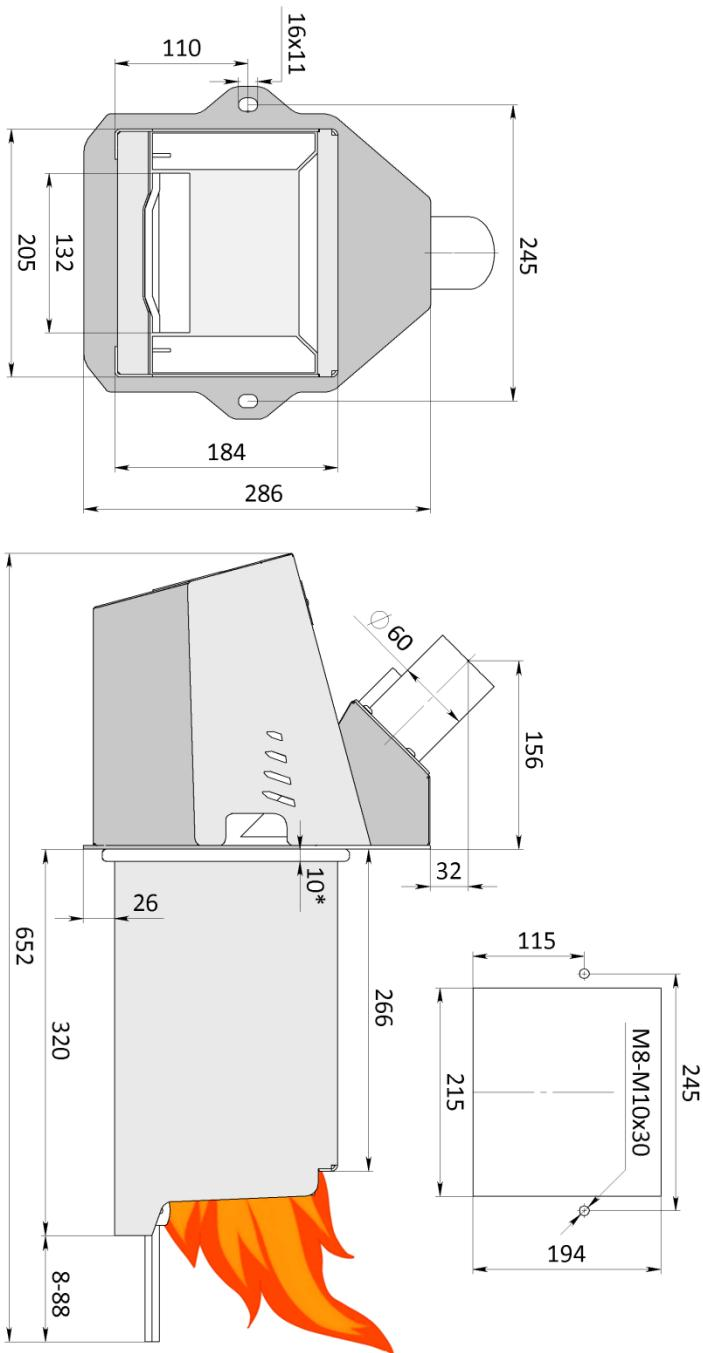

Рис.3 Габаритные и присоединительные размеры пеллетной горелки KVIT Optima 50 60 kBtU.
- 2) Согласно схеме на Рис.3 выполнить монтажные отверстия в штатной дверце котла, если в комплекте поставки не предусмотрена дополнительная дверца горелки.